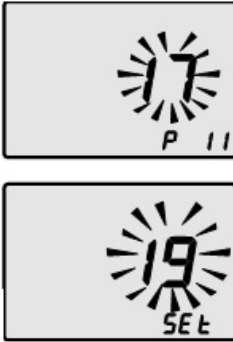

Figura 5.44
- En el display se alternan los mensajes P11 -Set (Figura 5.44).